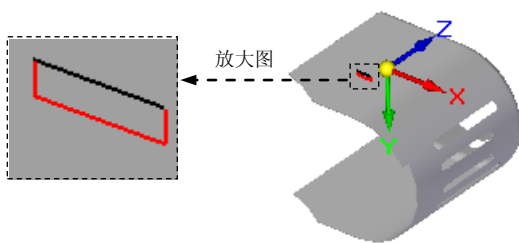

图 8.1.28 定义高度方向
(5) 定义百叶窗高度及方向。在“百叶窗”命令条中单击“高度步骤”按钮，单击“偏置尺寸”按钮，在距离:文本框中输入值 0.5，并按 Enter 键，定义高度方向向 Y 轴正方向（图 8.1.28 所示），单击鼠标左键。